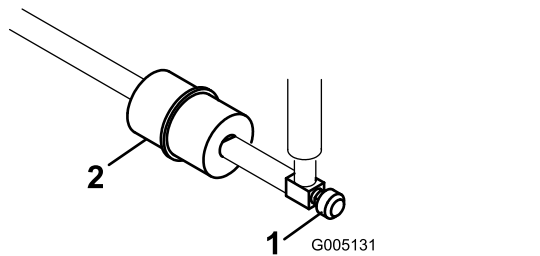

图33
管线式燃油滤清器位于油箱与化油器之间的燃油管内（图33）。
1. 关闭燃油切断阀（图33）。
2. 将放油盘放到滤清器下方，拧松滤清器化油器侧的软管夹，然后从滤清器中取出燃油管线（图33）。
3. 松开另一个软管夹，然后取下滤清器（图33）。